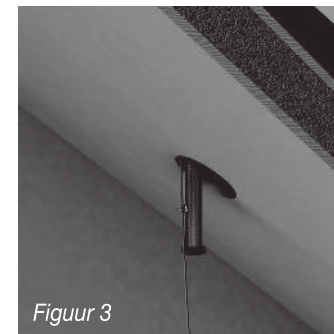

Figuur 1
1. Boor een gat van 10 ± 2 mm in de luchttoevoerpijp van de oude doorvoer en maak het montage touw vast, zie figuur 1.